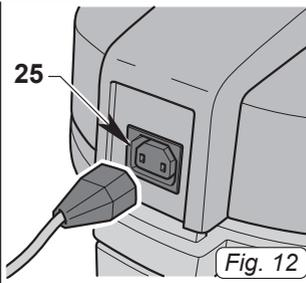

Fig. 12
- Den Stecker der elektrischen Bürste in die Steckdose (25 Abb. 12) an der obere Seite des Saubsaugers einstecken (maximal zugelassene Kraft 200 W).